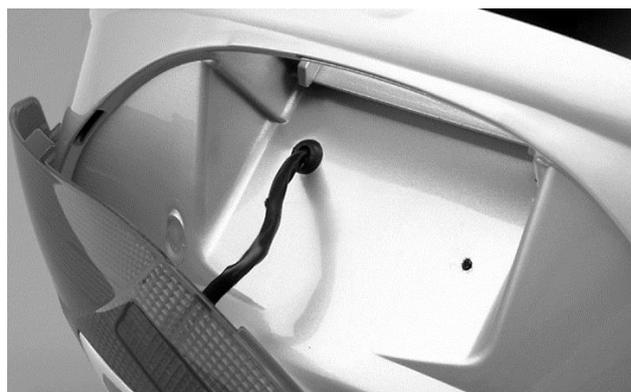

図 3
7. 手順 6 でリフレクターに組み付けた⑦/⑧LED ランプ ASSY の配線を、手順 4 で加工したトップシェルの配線通し穴（φ8）にケース外側から通し、トップシェルの内側に引き込んだ配線に⑨ラバーブッシュを通し、そのまま穴の縁にしっかりとめ込みます。（図 3 参照）
8. ⑨ラバーブッシュが穴の縁から外れないよう注意しながら余剰の配線をトップシェルの内側に引き込み、手順 1 とは逆の手順で、リフレクター ASSY をトップシェルに元通り組み付けます。